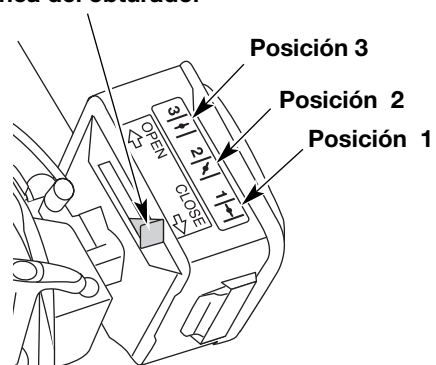

Fig. 10
4. Coloque la palanca del obturador en la Posición 1 (Fig. 10).
6. Coloque la palanca del obturador en la Posición 2 (Fig. 10).
9. Coloque la palanca del obturador en la Posición 3 (Fig. 10). La unidad está lista para usar.
**SI...** el motor no arranca después de varios intentos, coloque la palanca del obturador en la Posición 3, mueva la palanca de control del obturador a la posición Rápido (I). Tire de la cuerda de arranque fuertemente de 3 a 8 veces. El motor debe arrancar. Si no lo hace, repita el procedimiento.